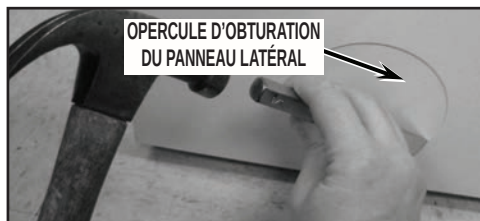

FIGURE 20
2. Pour la suppression de l'opercule d'obturation du côté gauche le plus éloigné vers l'arrière, percer avec un foret de 1/8" ou employer un burin et un marteau; détacher l'opercule d'obturation du panneau, au niveau de chacune des six (6) zones de retenue. Voir la *Figure 20*.